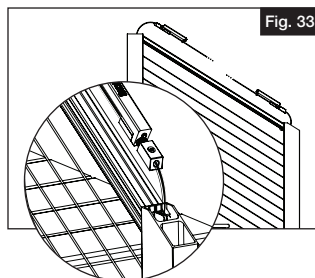

Fig. 33
- 6.** a. Pase el cable por el resorte de tensión B y el tensor. Coloque el resorte de tensión B y el tensor en la viga superior en el poste inferior (Fig. 33).